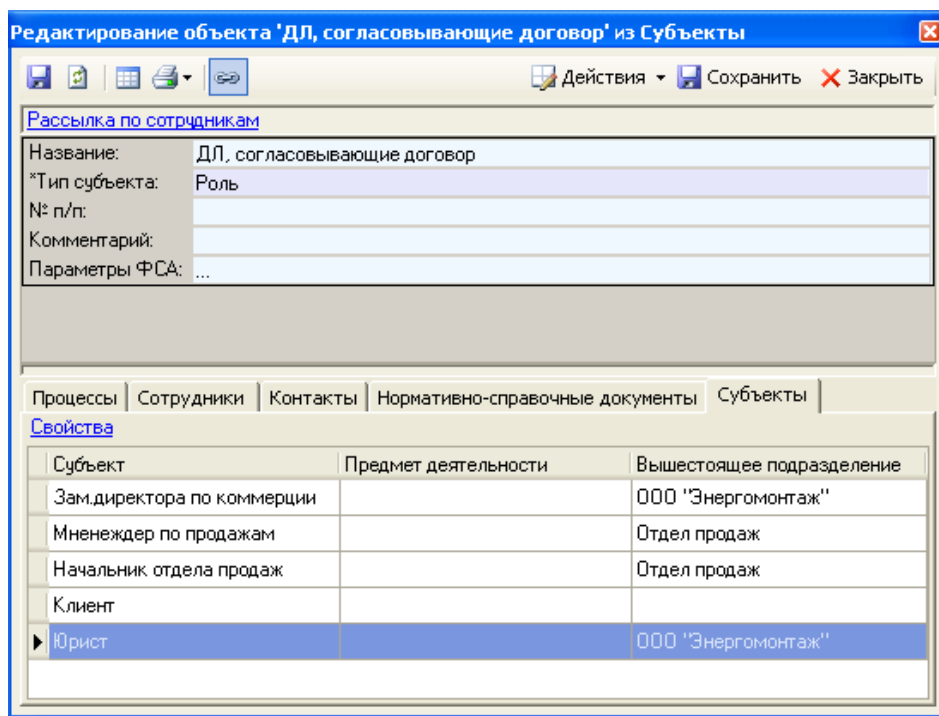

Рисунок 25 – Окно редактирования субъекта *Должностные лица, согласовывающие договор*
2. В нижнюю часть окна свойств элемента типа *Роль* на закладку *Субъекты* из окна навигатора системы перетащите подразделения и должности, участвующие в данной роли: *Клиент*, *Зам. директора по коммерции*, *Менеджер по продажам*, *Начальник отдела продаж*, *Юрист* (рисунок 25).